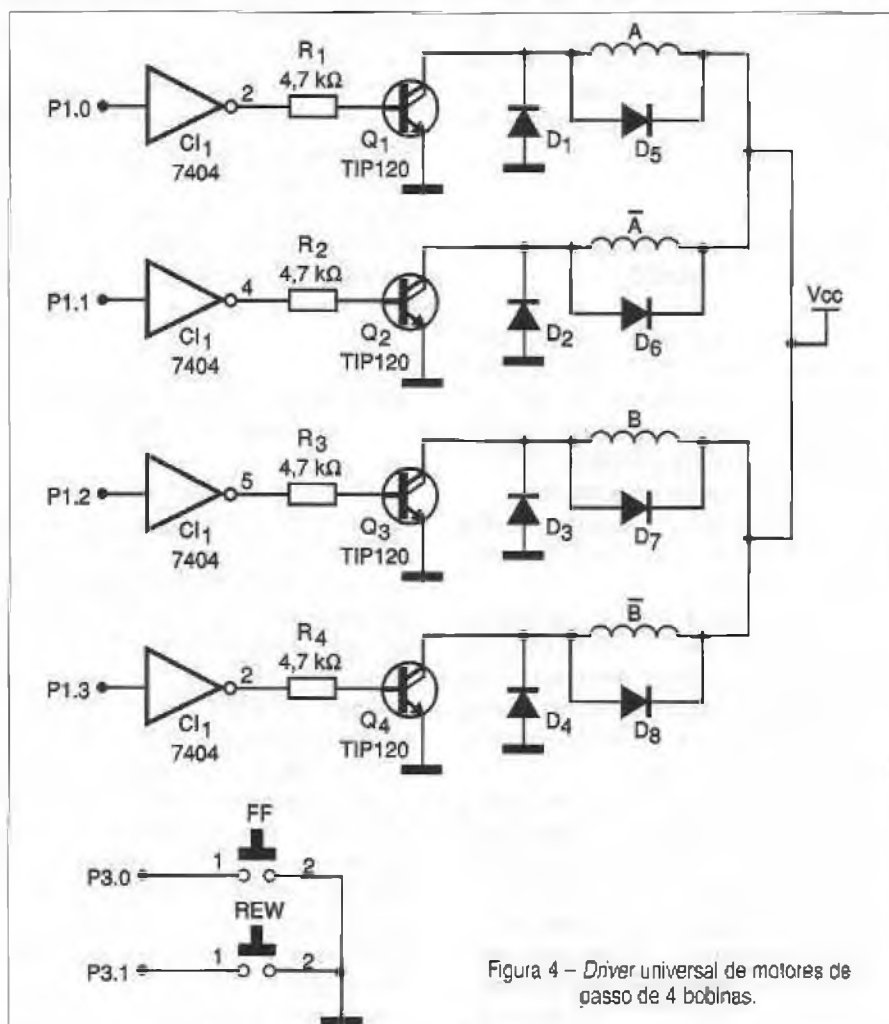

Figura 4 – Driver universal de motores de passo de 4 bobinas.
*pull-up* das Portas 1 e 3). Colocando-se a saída em nível lógico alto ativa-se a bobina do motor. A figura 4 ilustra o *driver*: